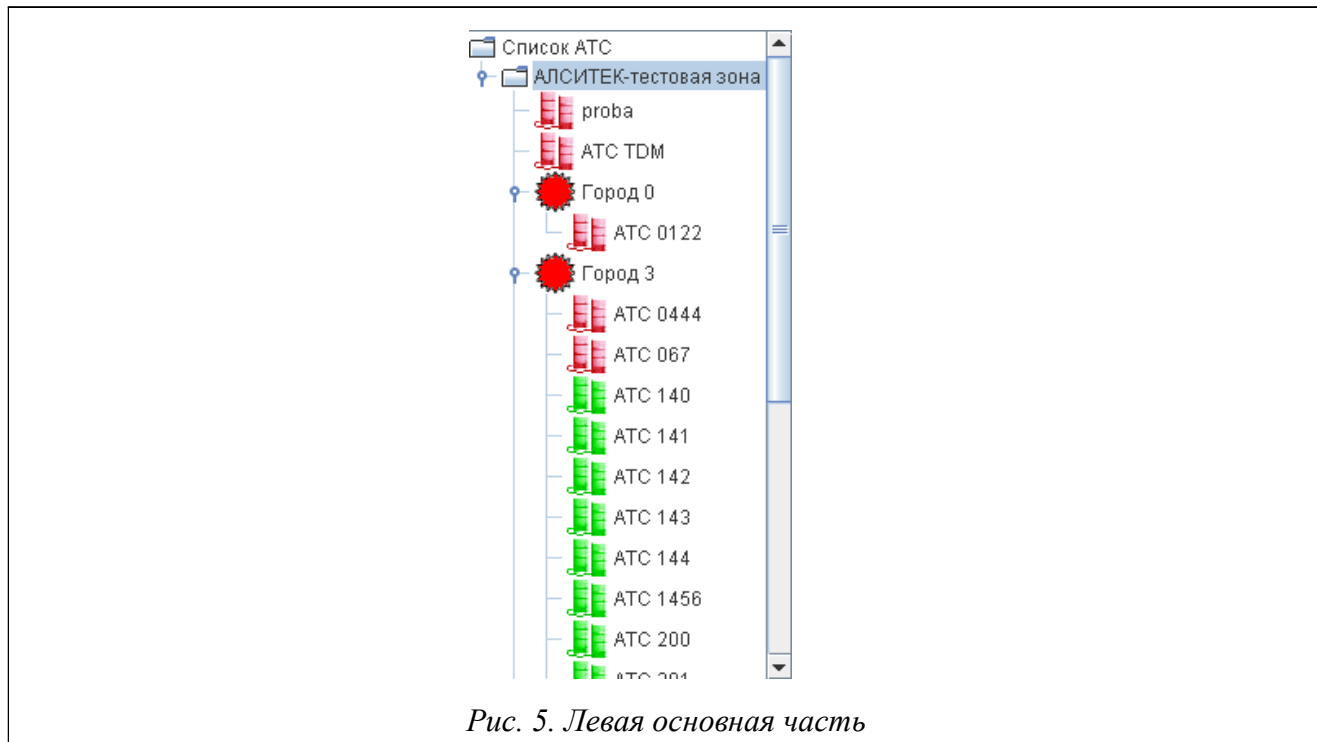

Рис. 5. Левая основная часть
- Второй способ осуществления навигации в системе — это использование списка в левой части экрана (Рис. 5. Левая основная часть). Если нажать двойным щелчком по элементу списка, то список расширится вниз и будут отображены внутренние элементы объекта. При этом на главном окне отображается вид, по которому был произведен щелчок. Повторный двойной клик на объекте списка скроет его внутренние элементы. При выборе такого способа навигации, новый вид открывает в новом окне, а вид который был открыт до этого не закрывается, а лишь сворачивается. Просмотреть все свернутые виды можно, нажав кнопку свернуть  на главном виде.